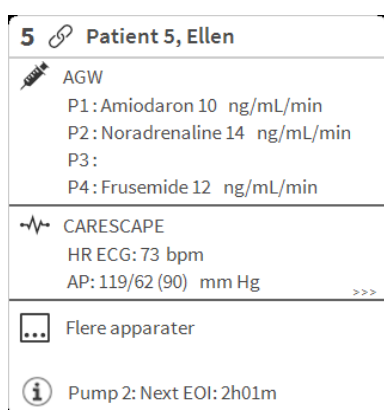

Fig 64
- Cliccare l'Area Letto che si riferisce al paziente/letto di cui si vogliono visualizzare tutti gli eventi (Fig 64).